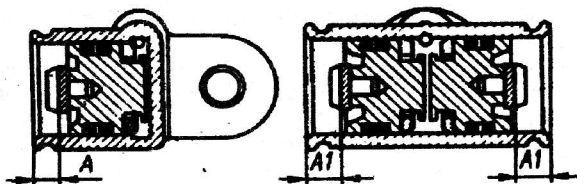

Рис. 214. Положения упорных колец в цилиндрах:
2. Проверить расположение прорези упорного кольца автоматической регулировки, которая должна быть в вертикальной плоскости. Глубина установки упорного кольца в колесном цилиндре должна соответствовать указанной на рис. 214.